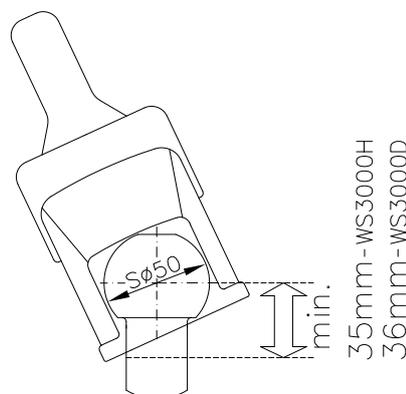

Bild 1: Kugelstange Zugfahrzeug
1.3 Die Zugkugelkupplung WS 3000 kann zusammen mit Kupplungskugeln nach DIN 74058 / ISO 1103 nur dann eingesetzt werden, wenn der Kugelhals bei Verwendung der WS 3000 H im Bereich von 35 mm frei von Anbauteilen ist, bei der WS 3000 D im Bereich von 36 mm. (Bild1) (statt 32 mm nach DIN 74058 / ISO 1103)